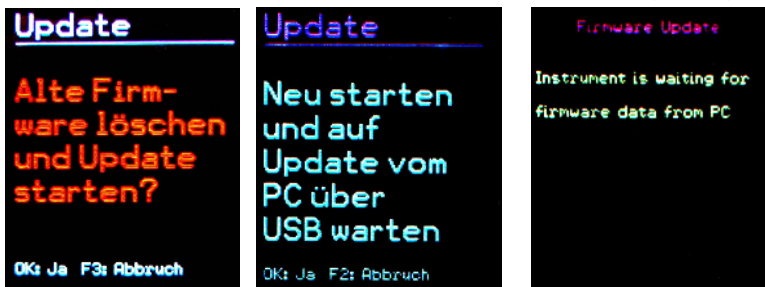

Bild 53: Firmware-Update
6. Wählen Sie am VM31 im Menü „Geräteeinstellungen“ den Punkt „Firmware-Update“ und bestätigen Sie die Warnung und den nachfolgenden Hinweis durch Drücken von OK. Damit ist die alte Firmware gelöscht. Das VM31 zeigt nun an, dass es auf neue Firmwaredaten von der USB-Schnittstelle wartet (Bild 53).